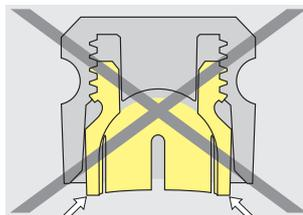

Fig. 12
**Achtung:** Der Lamellen-Retentionseinsatz darf **nicht** aus dem Gehäuse herausragen (Fig. 12).